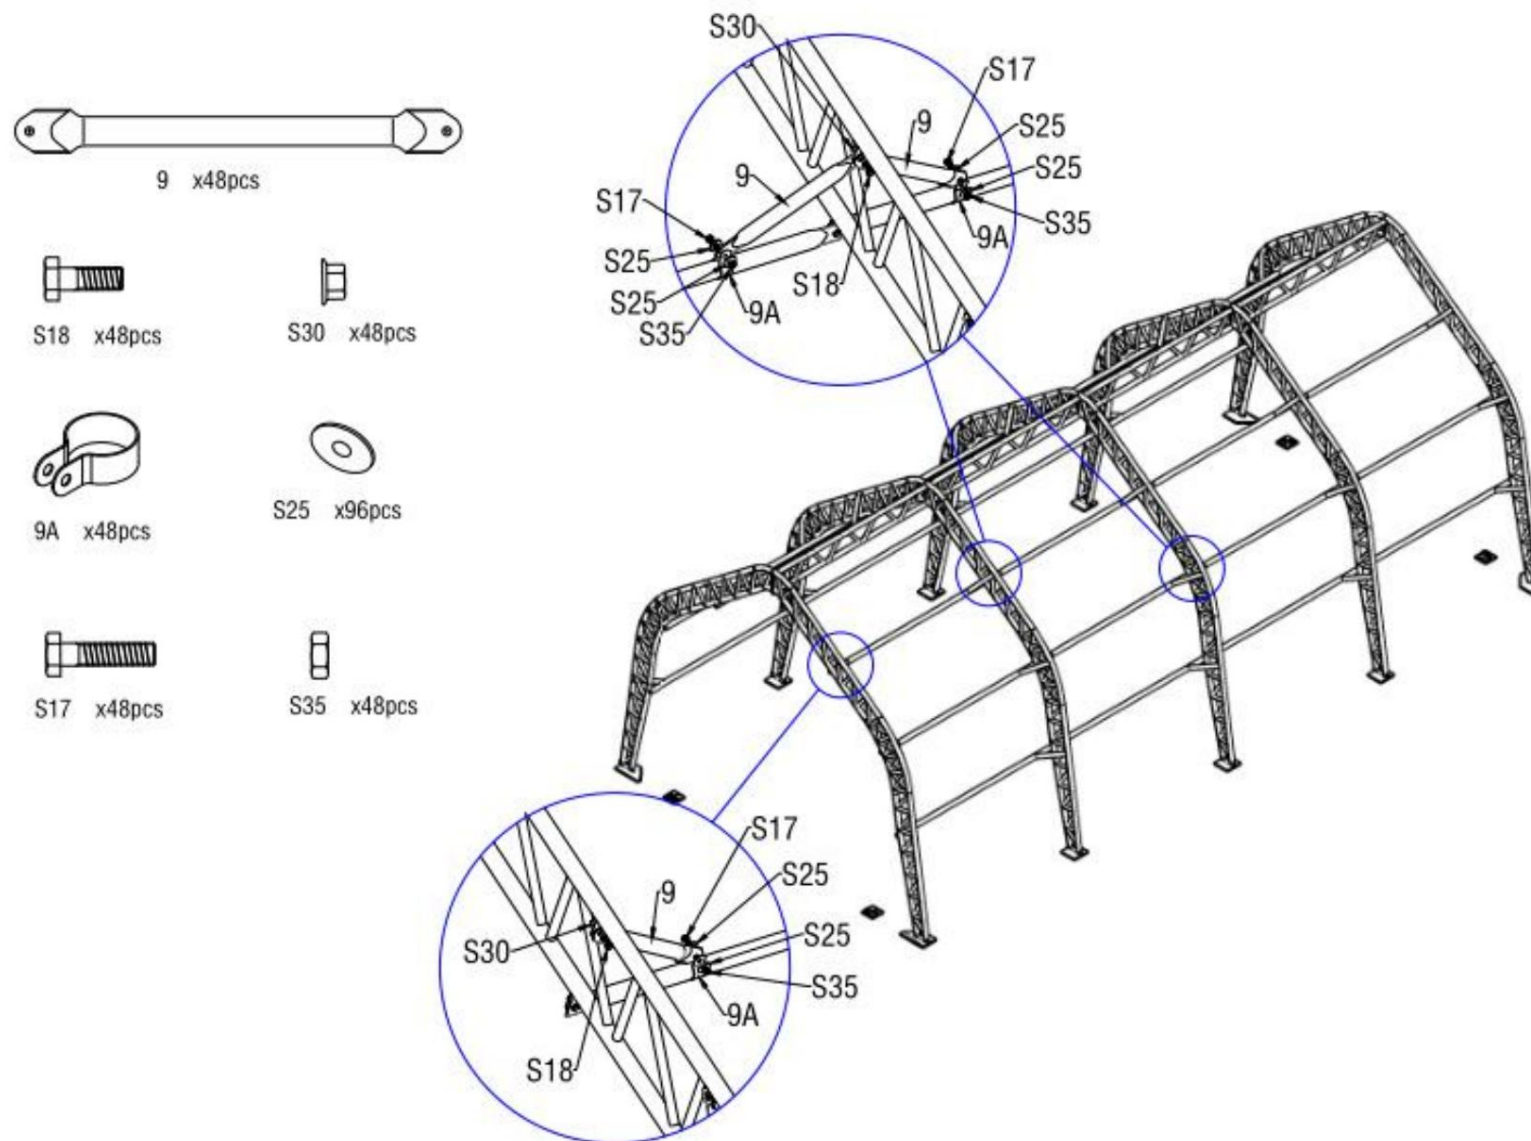

Figure 9
5. Fixez les clips (n° 9A) sur les pannes (n° 8) et installez le tube de support diagonal pour panne (n° 9) sur les clips, comme illustré à la figure 9. Connectez le tube de support diagonal pour panne (n° 9) entre le cadre de l'arche et la panne (n° 8) à l'aide de vis M10x30 (n° S18) et M10x50 (n° S17) avec une rondelle plate M10 (n° 25).